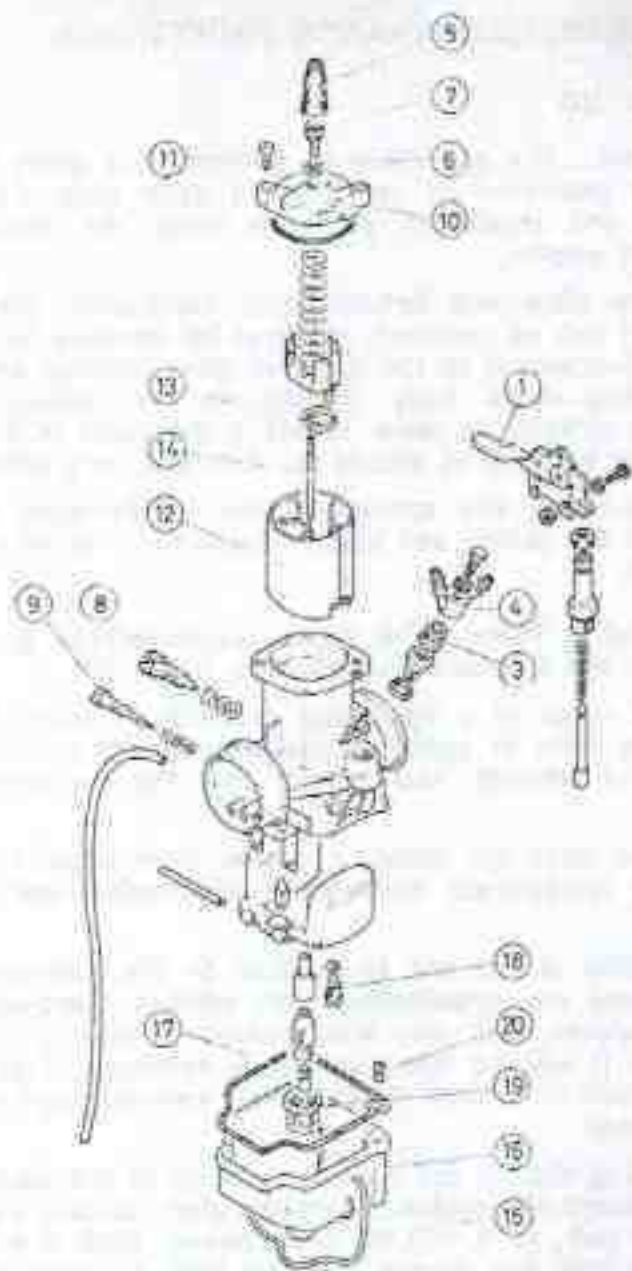

Fig. 12
Cependant, malgré la complexité en général d'un carburateur, beaucoup de motocyclistes désirent en connaître les détails et particularités. Pour cette raison, nous incluons une vue éclatée du type BING (fig. 12). Ses pièces les plus importantes sont les suivantes:
Although a carburetor is quite complicated, many riders want to know more about its peculiarities and details, and for them we include an exploded view for BING type (fig. 12). Its most important parts are as follows:
2. Limpieza del filtro de entrada de gasolina. Por la parte derecha del carburador, desmontar el record de entrada (4, fig. 12) usando una llave de 13 mm. Extraer el filtro y limpiar con gasolina y aire. Volver a montar y fijar al carburador.
2. Nettoyage du filtre d'entrée de l'essence. Du côté droit du carburateur, démonter le raccord d'entrée d'essence (4, fig. 12), en utilisant une clé de 13 mm. Extraire le filtre et le nettoyer à l'essence et à l'air. Le remonter et le fixer dans le carburateur.
2. Cleaning the Carburetor Fuel Filter. From the right of carburetor remove the inlet fitting (4, fig. 12) with a 13 mm wrench. Remove the filter screen and wash in gasoline and dry with compressed air. Reassemble and refit to the carburetor.